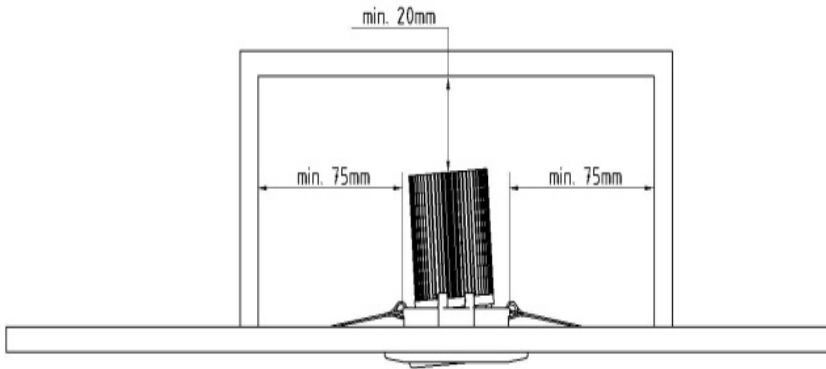

Abb.:1
- Das Produkt ist zur direkten Befestigung auf normal entflammaren Oberflächen bestimmt., z.B. auf Holz und Werkstoffen auf Holzbasis mit mehr als 2 mm Dicke. Der Einbauraum muss genügend Platz zur Verfügung stellen (Abb.:1).
| 2 | Erstellen Sie einen Deckenausschnitt an der vorgesehenen Stelle. Die Größe des Ausschnittes entnehmen Sie den technischen Daten. | Wählen Sie hierfür, je nach Material der Decke ein geeignetes Werkzeug. Es muss ein umlaufender Freiraum zu allen Seiten gewährleistet sein! (siehe Abb. 1) |